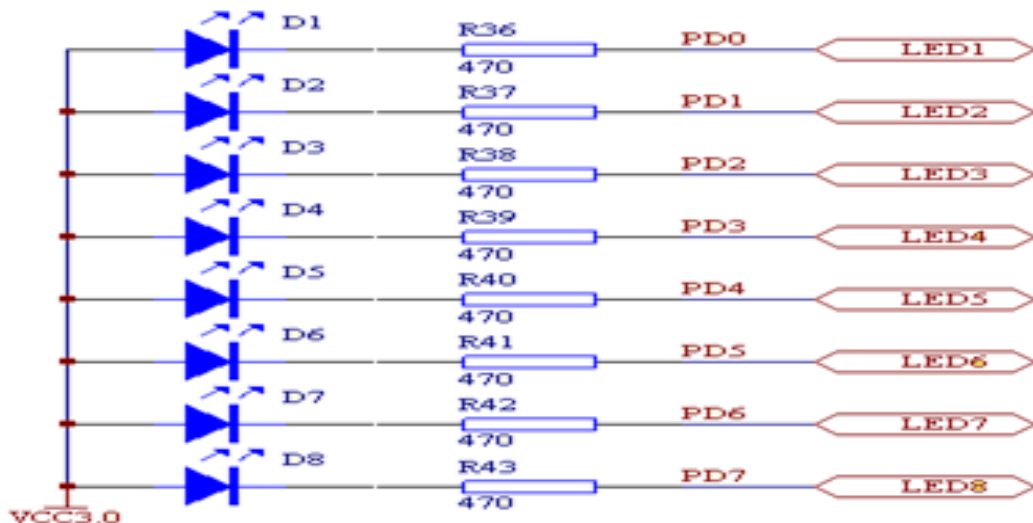

图 1-2-7 LED电路图
- OpenM3V开发板有独立的8个LED灯，使用IO口来控制，分别是使用PD0控制LED1，PD1控制LED2…PD7控制LED8。当IO口为高电平时，LED灯灭，当IO口为低电平时，LED灯亮。具体电路如图1-2-7所示。